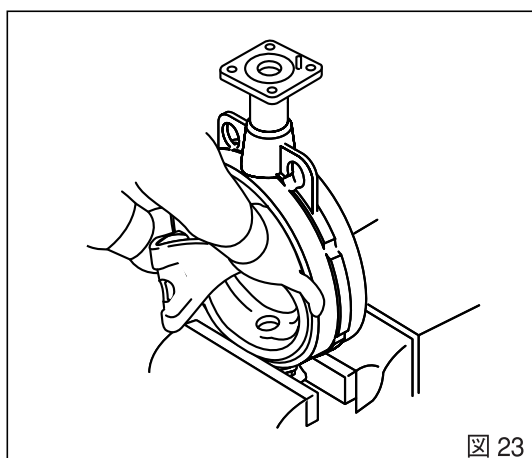

図 23
4. シートリングの挿入：バルブをバイスなどで固定し、軸穴の位置を確認しながらシートリングを下側から本体に挿入します。次いでシートリングの上部に力を加え、凹状に湾曲させた状態で本体にはめ込みます。（図23）